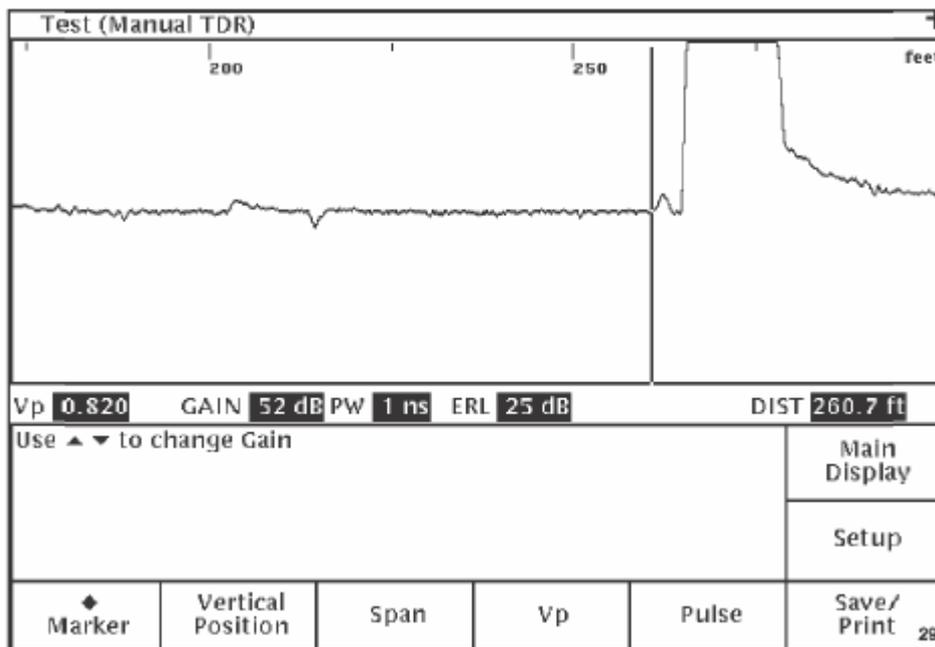

Рис. 4-14. Тестирование TEST (режим Manual TDR)
5. Если выбрана опция TEST, нажмите клавишу **Return To Test** (возвращение к тестированию) для просмотра рефлектограммы, полученной для тестируемого кабеля. На рис. 4-14 показана рефлектограмма для измерения TEST в режиме Manual